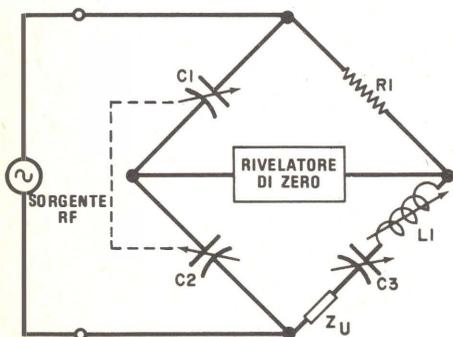

*Fig. 1 - Questo ponte RF basilare impiega un condensatore doppio differenziale, ma fornisce soltanto informazioni resistive.*
**Il circuito** - Lo schema basilare del ponte RF è riportato nella *fig. 1*. Come si può rilevare, esso è simile al classico ponte di Wheatstone a quattro bracci resistivi, due
Il ponte illustrato nella *fig. 1* misurerà soltanto la componente resistiva dell'elemento incognito. Informazioni più complete a proposito di quest'ultimo (compresa la sua reattanza) si possono ottenere misurando tale elemento con il ponte rappresentato nella *fig. 2*. Questo circuito è simile a quello della *fig. 1*, ma in esso sono stati aggiunti due componenti (C3 e L1) nel braccio in basso a destra. Per sottolineare le maggiori possibilità di misura di questo ponte, l'elemento incognito non è più rappresentato come una resistenza ( $R_u$ ), bensì come una impedenza completa ( $Z_u$ ).